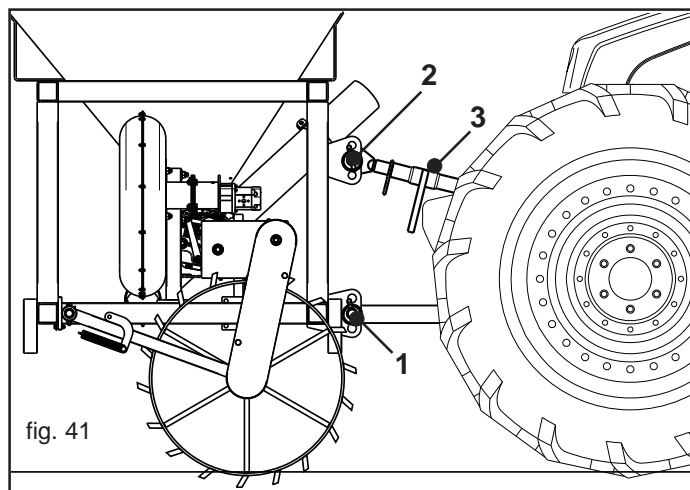
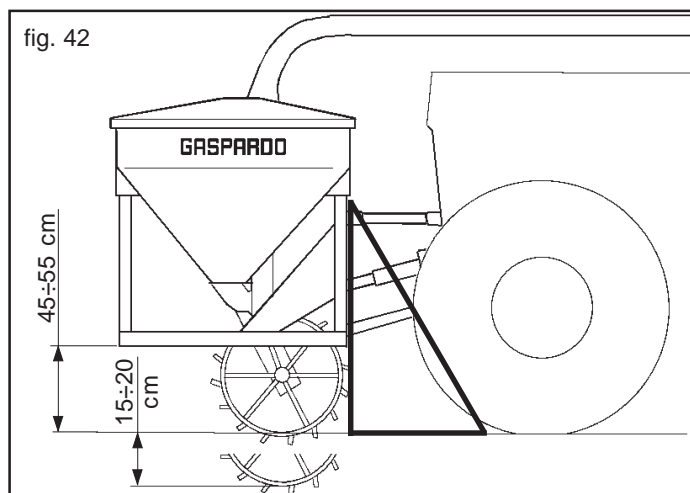

fig. 41
fig. 42
- 1) Accrocher les barres de l'élevateur aux pivots prévus à cet effet (1, Fig. 41). Bloquer par les goupilles à encliquetage.
- 2) Relier le troisième point supérieur (2, Fig. 41); bloquer la cheville par la goupille "ad hoc". Positionner le semoir perpendiculairement au sol (Fig. 42) par l'entretoise de réglage (3, Fig. 41).
- 5) Soulever l'outil avant, enlever les pieds d'appui. Afin d'assurer la rotation de la roue de transmission, régler la hauteur du sol de l'outil en position de travail (45÷55 cm Fig. 42). Cette distance doit être maintenue constante pendant le labour.
- 6) En conditions de travail, garantir l'adhérence de la roue motrice au sol. Utiliser les maillons de chaîne (C), illustrés à la Figure 51, pour régler une course totale d'environ 15÷20 cm (Fig. 42).